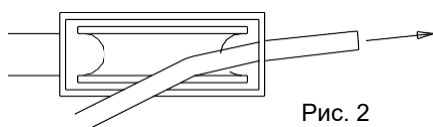

Рис. 2
4. Проведите конец троса P2 через шкив C (рис. 2).